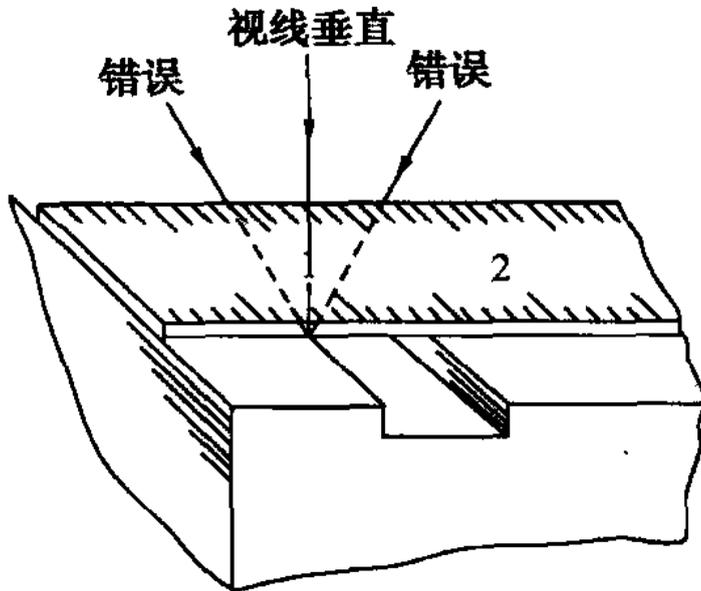

图 1-2 钢直尺的读数方法示意图
(1) 用途 钢直尺是一种有刻度的标尺，可直接测量物体的尺寸。
(2) 规格 钢直尺多用不锈钢薄板制作，常用规格有 150mm、300mm、500mm、1000mm 等。
(3) 使用方法 钢直尺的读数方法如图 1-2 所示。